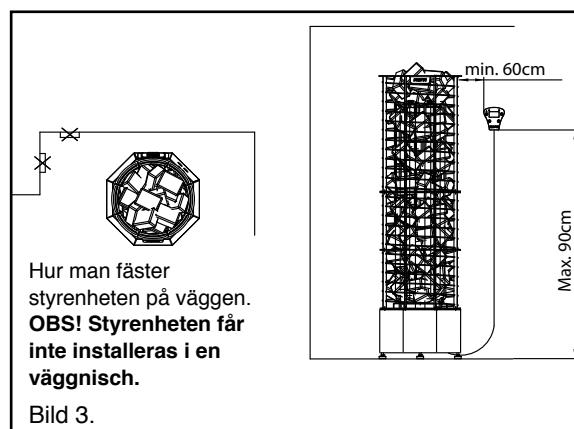

Bild 3.
- Styrenhetens installationshöjd i bastun är max. 90 cm och min. 60 cm vid bastuaggregatets sidor (Se bild 3).